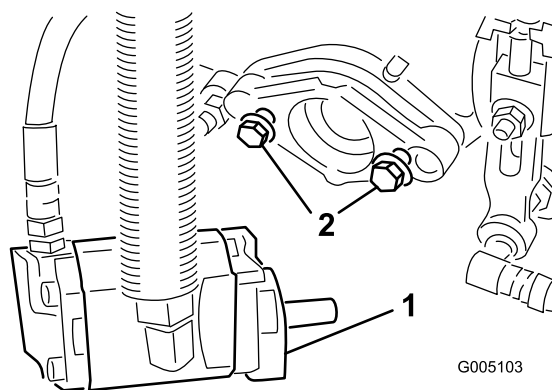

Figura 14
- Coloque os parafusos de montagem para o motor dos cilindros em cada uma das unidades de corte. Deixe uma folga de aproximadamente 13 mm em cada parafuso de montagem (Figura 14).
11. **Aperte as porcas de montagem** (Figura 14).